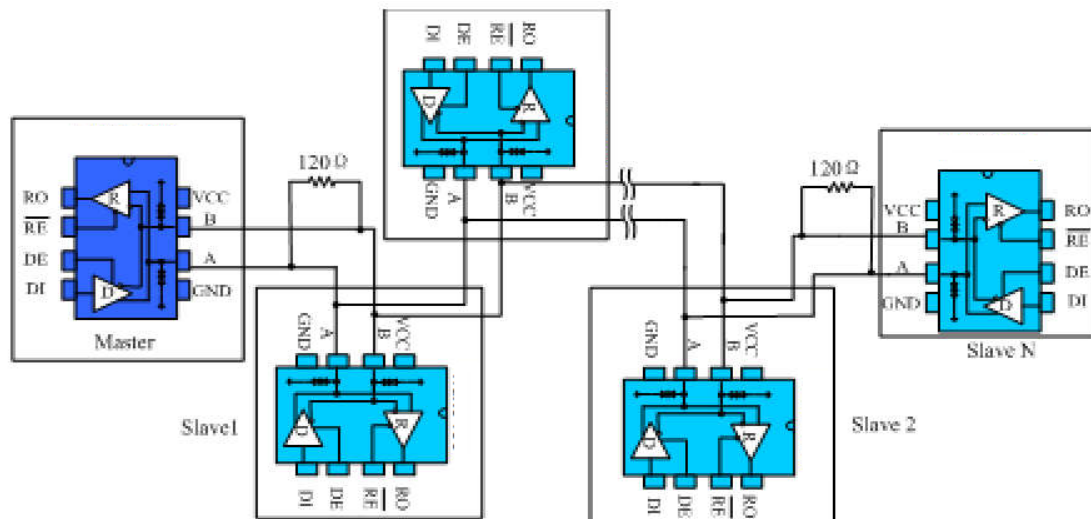

图 10 手拉手式 RS485 半双工通讯网络
4.2 手拉手式组网： 又称菊花链拓扑结构，是 RS485 总线布线的标准及规范，是 TIA 等组织推荐使用的 RS485 总线拓扑结构。其布线方式就是主控设备与多个从控设备形成手拉手连接方式，如图 10 所示，不留分支才是手拉手的方式。这种布线方式，具有信号反射小，通讯成功率高等优点。